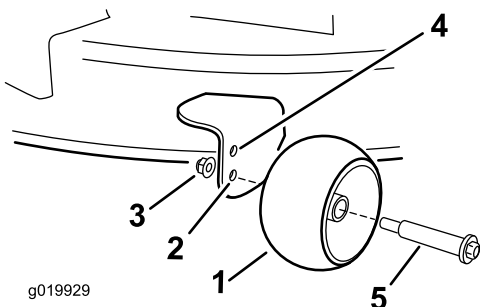

Figura 29
- Taladro superior—utilice esta posición cuando la carcasa de corte está en la posición de altura de corte de 63 mm o menos (Figura 29).
- Taladro inferior—utilice esta posición cuando la carcasa de corte está en la posición de altura de corte de 76 mm o más (Figura 29).